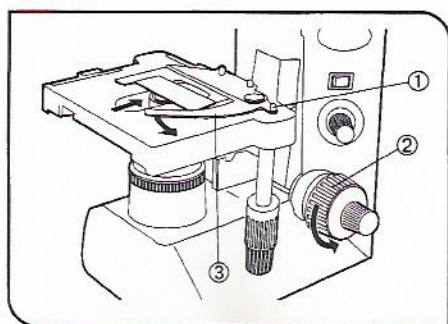

图 13
(1) 放置标本 (图 13)
- ★ 用力释放扳指①，或者释放时，突然放松扳指按钮上的力量，扳指将会撞坏或损坏载玻片。始终要小心翼翼地放置标本。